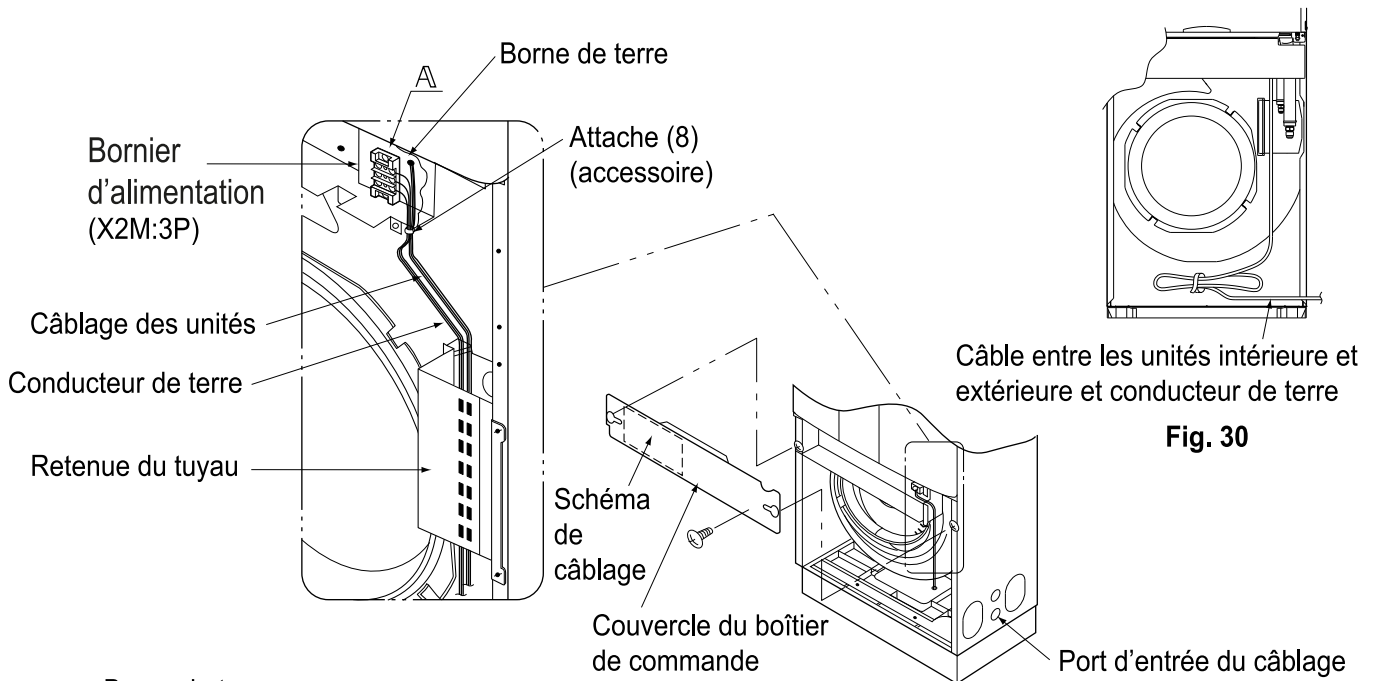

Fig. 30
- Passez les câbles de raccord des unités et les conducteurs de terre dans la plaque de maintien de la tuyauterie. Fixez les câbles de raccord des unités et le conducteur de terre à la retenue de la tuyauterie. Disposez soigneusement les fils supplémentaires à l'endroit indiqué sur la **Fig. 30**. Les câbles risquent d'entrer en contact avec d'autres pièces, telles que le ventilateur, et l'unité intérieure risque d'être endommagée.